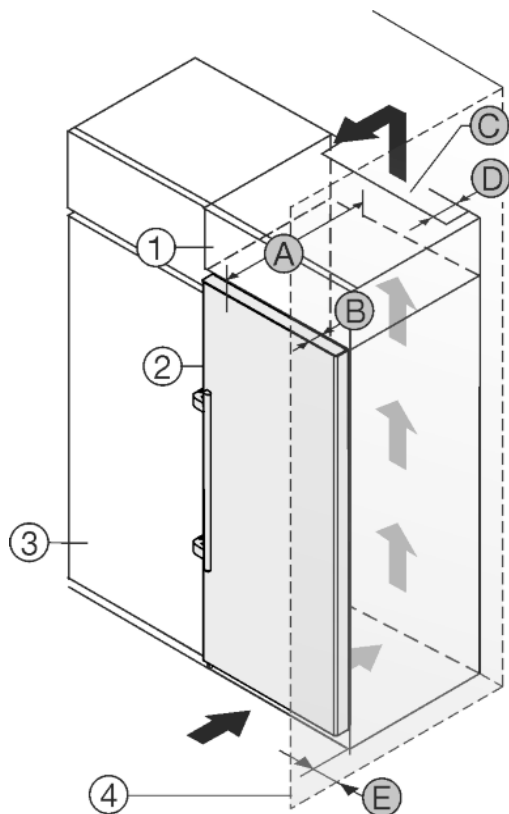

Fig. 9
Enheten kan bygges inn i kjøkkenskap. For å tilpasse enheten Fig. 9 (2) til kjøkkeninnredningens høyde, kan et innbyggings-skap Fig. 9 (1) monteres over enheten.
Enheten kan plasseres rett ved siden av kjøkkenskapet Fig. 9 (3). For å kunne åpne dørene helt må enheten rage dybden Fig. 9 (B) lenger ut enn fronten på kjøkkenskapene. Avhengig av kjøkkenskapenes dybde og bruk av veggavstandsstykker kan enheten rage enda lengre ut.
- På baksiden av skapmodulen over enheten må det installeres en ventilasjonskanal med dybden Fig. 9 (D) over hele skapmodulens bredde.
- Ventilasjonstverrsnittet Fig. 9 (C) under taket i rommet må overholdes.
Hvis enheten plasseres med hengslene mot en vegg Fig. 9 (4), må avstanden Fig. 9 (E) mellom enheten og veggen overholdes. Dette tilsvarer hvor mye håndtaket stikker ut når døren er åpen.